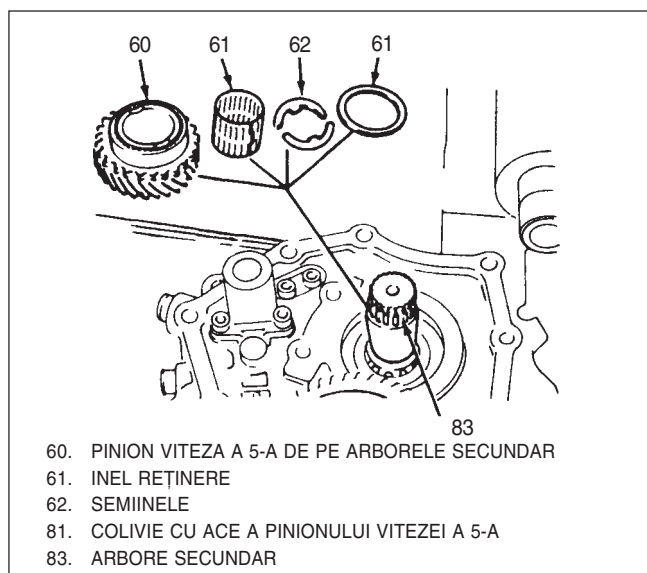

Fig. 11 Pinion viteza a 5-a de pe arborele secundar
- colivie cu ace a pinionului vitezei a 5-a(81), inel(61) și ambele semiinele(62), Fig 11.